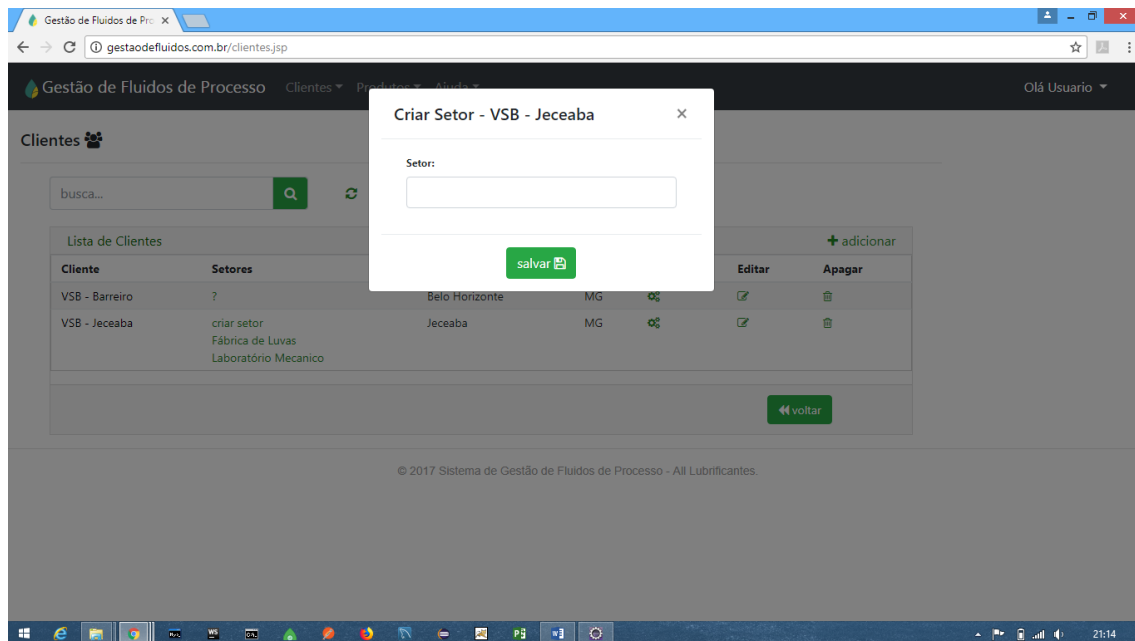

Figura 6.1 – Página de cadastro do setor.
6.3.1. Clicando em **criar setor**³, o que deve ser feito antes do cadastro de contatos e equipamentos, uma vez cadastrados esses dois itens o cliente não terá mais a opção criar setor, depois de cadastrado o setor. Figura 6.1